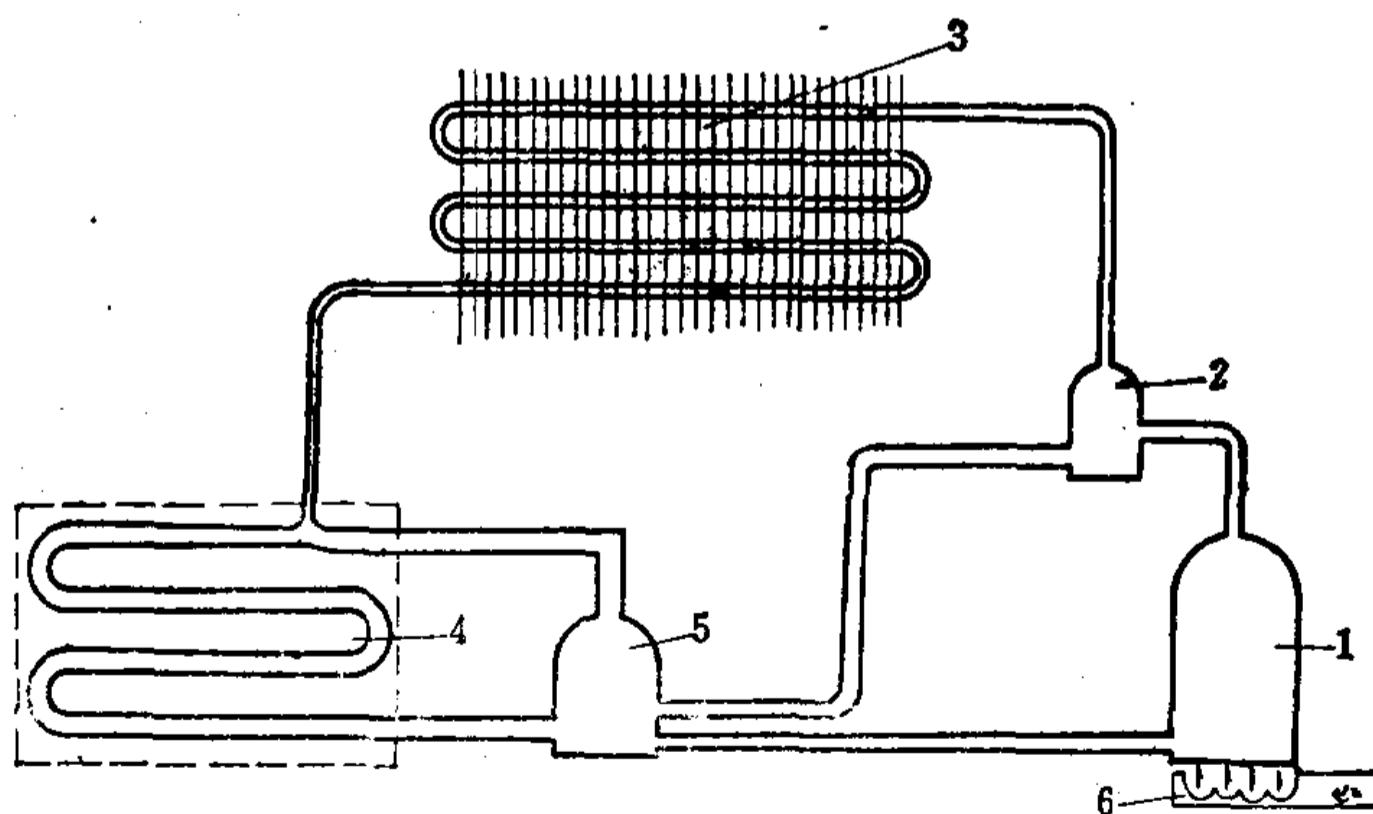

图1-2 吸收式电冰箱制冷原理图
(2) 吸收式电冰箱：如图1-2所示。是以天然气、煤气、煤油、电力等能源作为动力，在制冷系统中充入制冷剂氨、吸收剂水、扩散剂氢三种物质。氨水溶液在发生器中被加热后进入蒸馏器，被分离成纯氨气，通过冷凝器放热液化，氨液在位差作用下